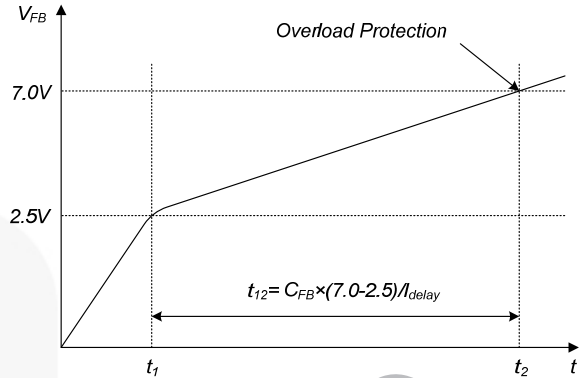

图 21. 过载保护
**4.1 过载保护** 过载定义为负载电流因意外异常事件而起至正常值。这种情况下，应当触发保护电路，从而保护 SMPS。然而，即使 SMPS 在正常运行中，也可能在负载过渡过程中触发过载保护电路。为避免出现这种不必要的工作状况，特定时间后触发过载保护电路确定这是瞬态情况还是真正的过载情况。由于逐脉冲限流能力，通过 SenseFET 的最大峰值电流受限，因此，通过特定的输入电压限制最大输入功率。如果输出消耗的功率超过最大功率，输出电压 ( $V_{OUT}$ ) 降低至设定电压以下。这会减小通过光电耦合器 LED 的电流，同时减小光电耦合器晶体管电流，进而增大反馈电压 ( $V_{FB}$ )。如果  $V_{FB}$  超过 2.5V，D1 受阻，并且 2.0 $\mu$ A 的电流源开始缓慢向  $C_{FB}$  充电。在这种情况下， $V_{FB}$  持续增大直至达到 7.0V，此时开关操作终止，如图 21. 所示。关断延时是指通过 2.0 $\mu$ A 的电流将  $C_{FB}$  从 2.5V 充电至 7.0V 所需的时间。对于多数应用而言，延时时间为 25 ~ 50 ms。该保护功能在自动重启模式下实现。